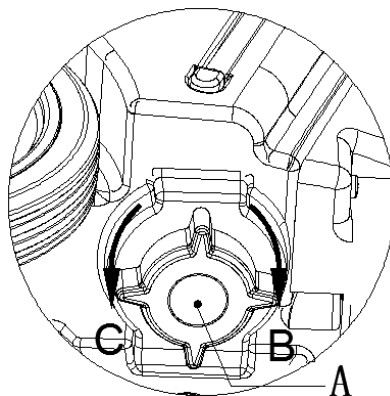

Figure 11
2. Dévisser le bouchon de la sortie de l'eau propre (A, Figure 11) dans le sens antihoraire (C, Figure 11) pour vider le réservoir de solution.